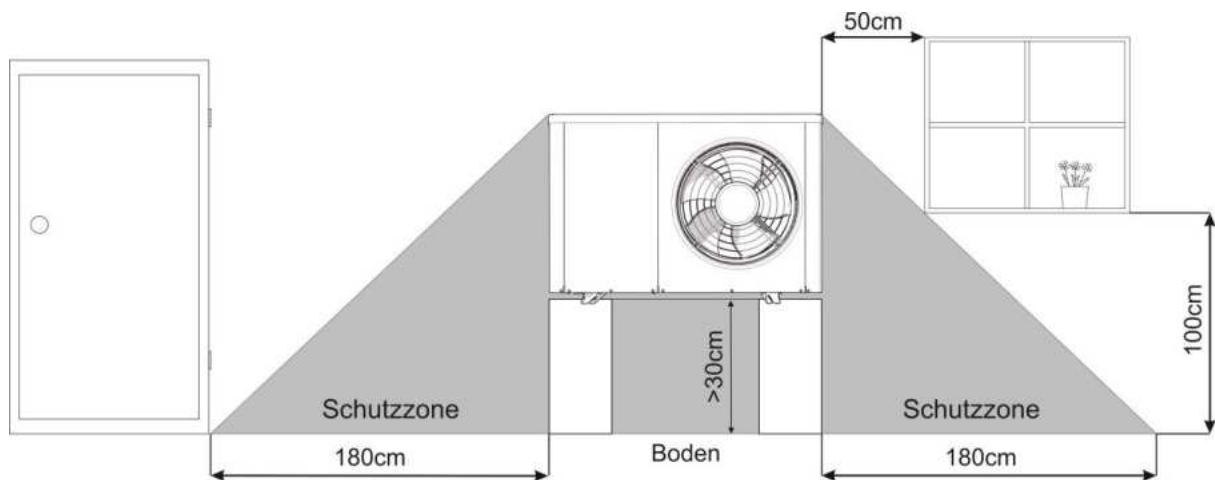

Abbildung 5. Umfang der Schutzzone und erforderliche Mindestabstände zu Türen und Fenstern von Gebäuden
- Um die Wärmepumpe herum muss ein Bereich als Schutzzone eingehalten werden. Die Ausdehnung der Schutzzone ist in Abbildung 5 dargestellt.
- Der Luftein- und -auslassbereich darf in keiner Weise eingeschränkt werden. Die erforderlichen Installationsabstände zu Hindernissen sind in Abbildung 5 dargestellt.